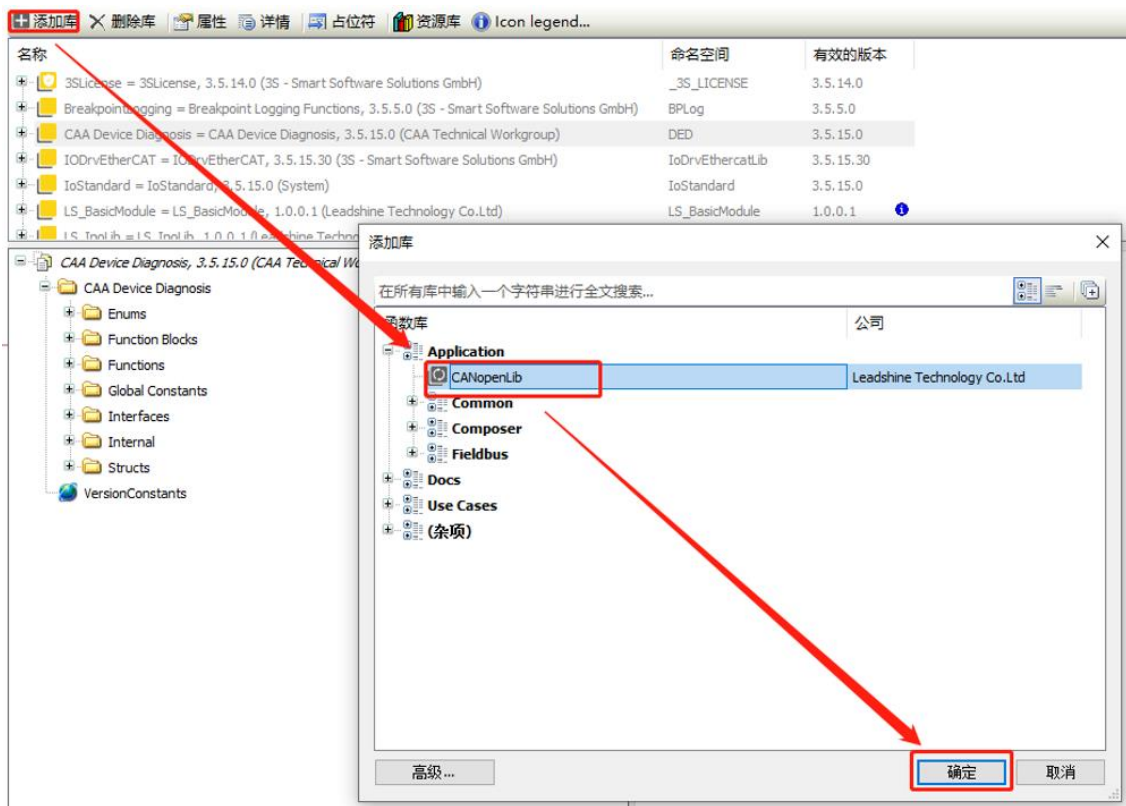

图 5.27 添加“CANopenLIB”库文件
2) 双击左侧项目树的“库管理器”，选择添加库，在“Application”中找到“CANopenLib”，点击确定进行添加，如图 5.27 所示。